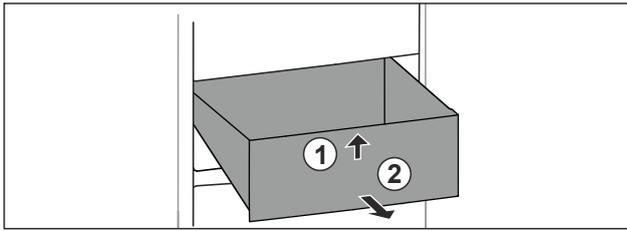

Fig. 72
- ▶ Sollevare il cassetto dal davanti. Fig. 72 (1)
- ▶ Rimuovere il cassetto tirandolo in avanti. Fig. 72 (2)